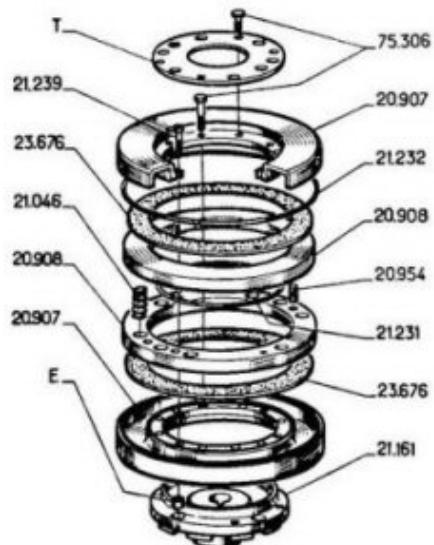

Figure 20. — Amortisseur de vibrations
NOTA. — Si le moteur comporte une prise de mouvement AV, les 4 vis à tête hexagonale (75.306), indiquées figure 20, serrent ensemble la tôle d'entrainement (T) et l'amortisseur sur le moyeu (21.161). Les 4 autres vis, identiques, fixent directement l'amortisseur sur le moyeu, et leurs têtes sont logées dans 4 alésages (A) spéciaux prévus dans la tôle.